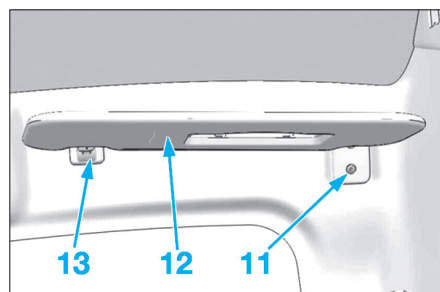

Fig. 98
- Déposer les fixations (11), (12) et (13), puis déposer le pare-soleil (13) (Fig.98).